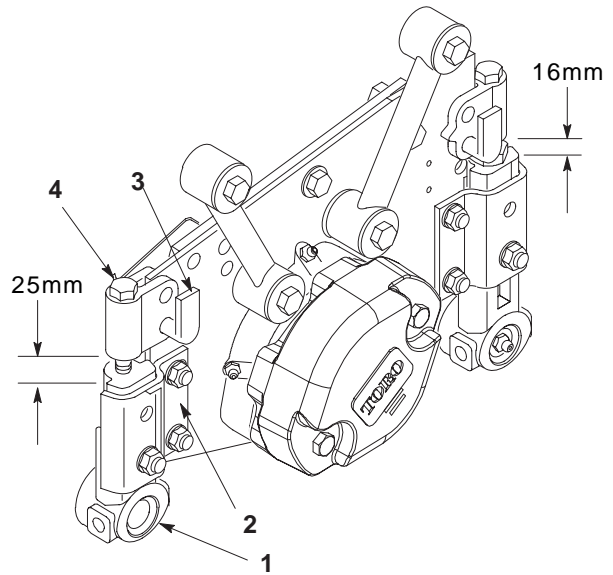

図8
2. サポート・キャップスクリュを使って、刈り高サポートと前ローラ・ブラケットの間を25 mm ± 1.5 mmに調整する(図8; 2か所)
3. サポート・キャップスクリュを使って、刈り高サポートと後ローラブラケットの間を16 mm ± 1.5 mmに調整する(図8; 2カ所)